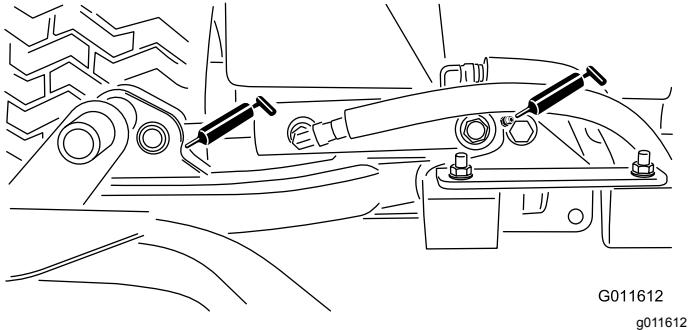

Figura 28
- Cilindri del braccio di sollevamento degli apparati di taglio (2 ciascuno) — Figura 28